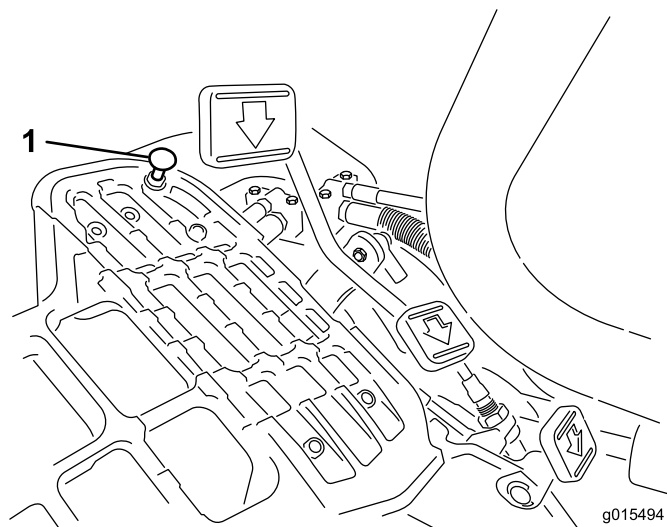

図 47
モードレバーを移動走行位置にセットし、ペダルを一杯に踏み込めば最高速度となります。ケーブルに張力が掛かる前にペダルがストップ **図 47** に当たる場合には調整が必要です。
1. モードレバーを移動走行位置にセットし、ペダルストップを固定しているロックナットをゆるめる **図 47**。